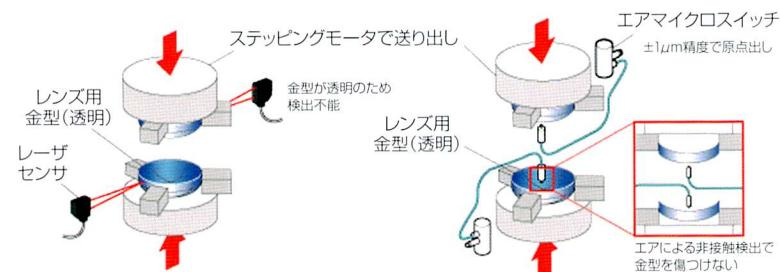

図10 レンズ成形装置の原点出し
- ・メガネ用レンズ成形装置の原点出し(図10):これまでの「レーザセンサ」に比べて、透明金型を安定して検出。エアを用いた非接触検出により、金型を傷つけることがない。